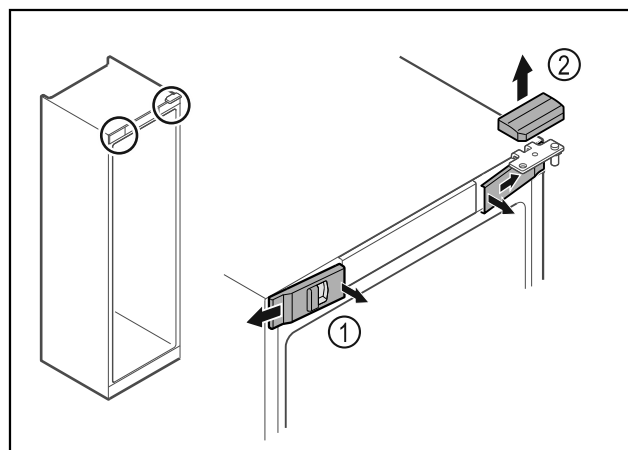

Fig. 12
- ▶ Disinnestare le coperture anteriori Fig. 12 (1) dall'interno ed estrarle lateralmente.
- ▶ Rimuovere la copertura superiore Fig. 12 (2) sollevandola verso l'alto.